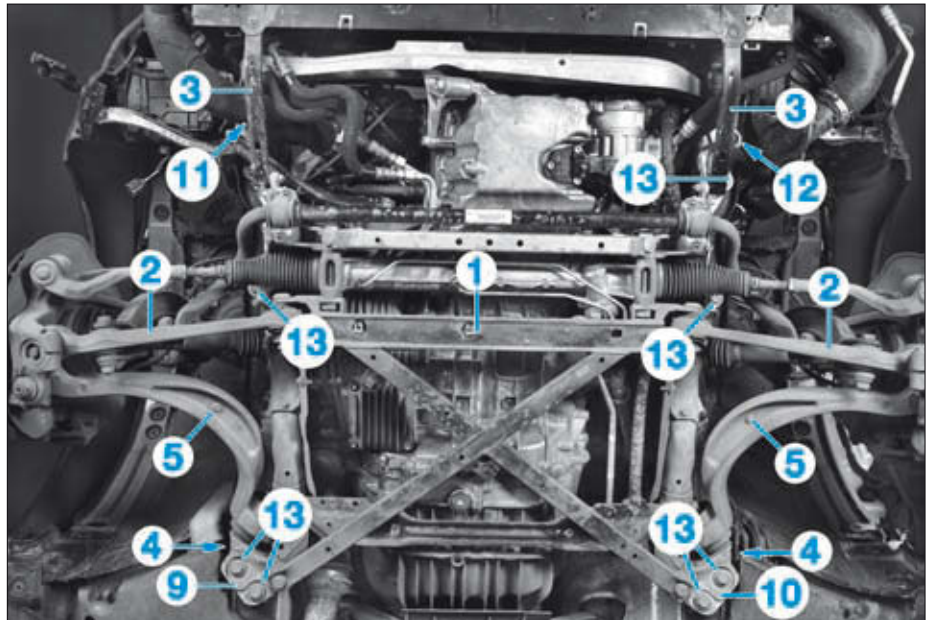
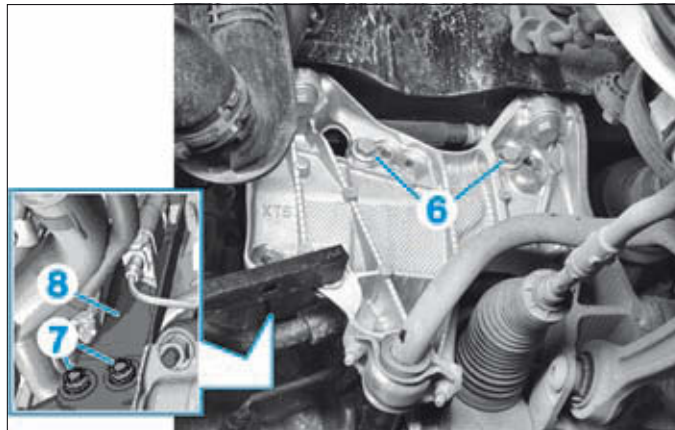

FIG. 15
FIG. 16
- le renfort (1) de berceau (Fig.15),
- les bras porteurs inférieurs (2),
- Déposer les renforts longitudinaux (3).
- Déposer les vis de fixation (4) des bras inférieurs de guidage (5) sur le berceau.
- Dévisser les vis (6) et (7) des supports moteur gauche et droit (Fig.16).
- Poser la plaque de fixation (8) des supports moteur gauche et droit sur le côté.
- Repérer la position de montage du berceau en (9), (10), (11) et (12) (Fig.15).
- Dévisser les vis (13).
- Respecter la position du berceau en tenant compte des repères préalablement effectué en (9), (10), (11) et (12) (Fig.15).